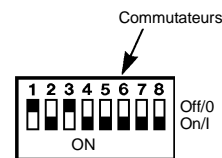

Fig.2
2. Basculer le commutateur 1 "ON(1)". tous les autres commutateurs doivent être à la position "OFF(0)" - voir Fig. 2.